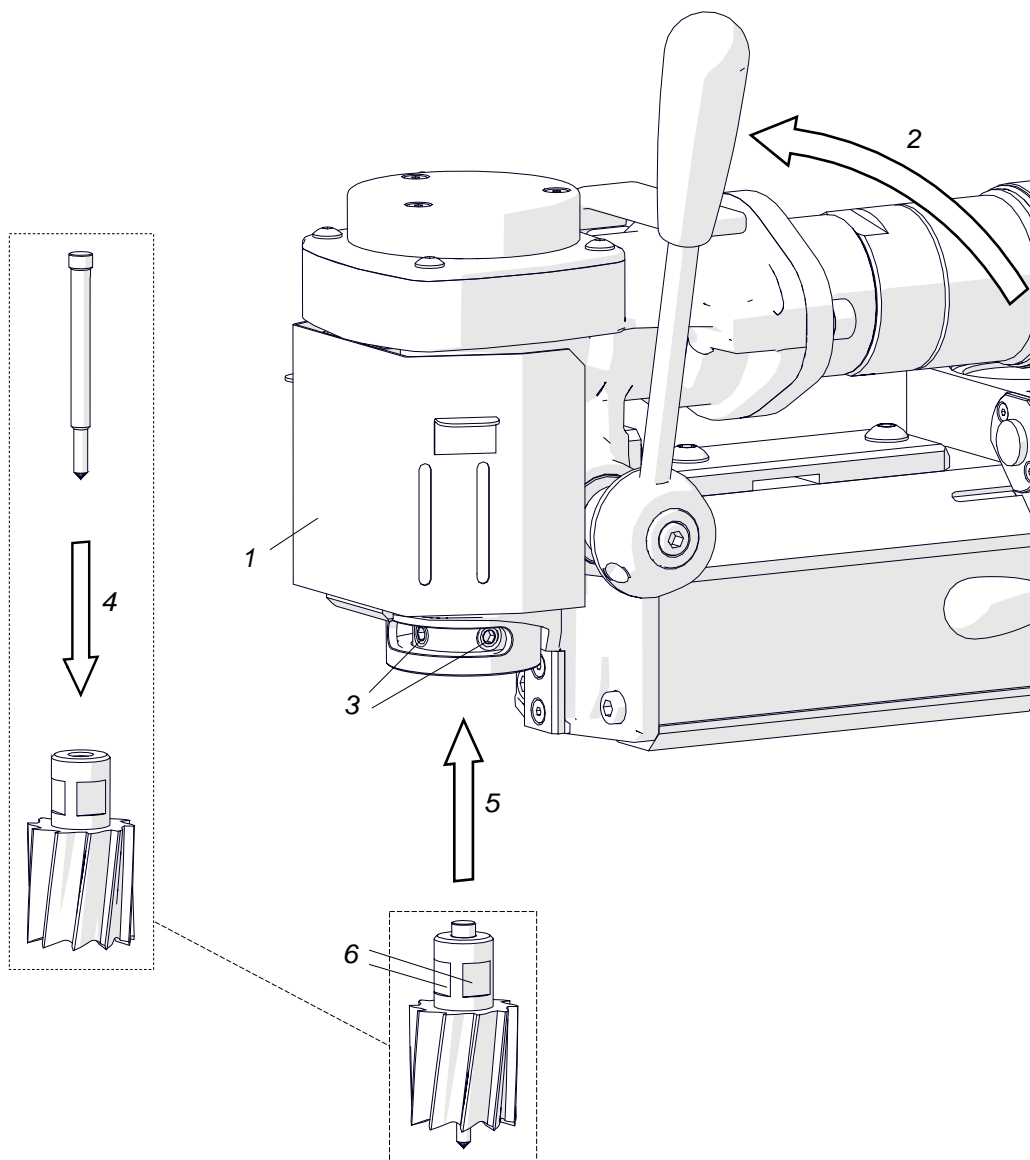

Рис. 2 Способ установки кольцевой фрезы.
Отключить машину от питания. Максимально поднять защиту фрезы (1, рис. 2) и повернуть рукоятку подачи влево (2), чтобы обеспечить доступ к винтам 3. Пилот установить внутри фрезы (4) и вставить фрезу в патрон таким образом (5), чтобы плоские поверхности крепления фрезы 6 находились напротив винтов 3. Винты закрепить шестигранным ключом 4 мм. Чтобы удалить фрезу, выполнить операции в обратной последовательности.